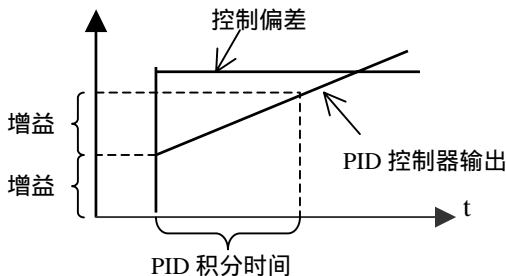

图 9-17 积分时间的定义
- ☞ PID 控制器的积分时间。当输入偏差恒定并且增益为 1 时, 达到最大输出值所需的时间即为积分时间。或者说, 如果积分时间为 1s, 那么输出变化 100% 所需时间为 1s。参见图 9-17。